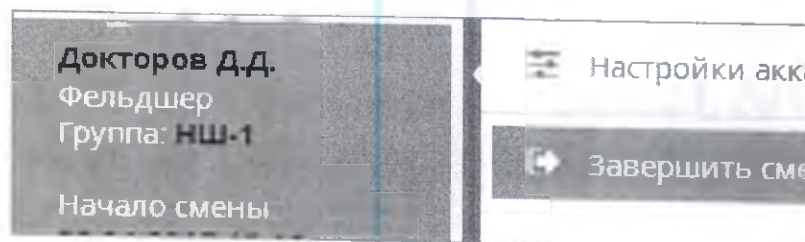

Рисунок 2.3.5.21 – Подпункт «Завершить смену»
После этого на левом мониторе дежурного врача откроется новое окно (рис. 2.3.5.22), в котором будет отображена информация о враче, рабочей группе и длительности смены. Дежурный врач должен нажать на кнопку «Создать журнал» (рис. 2.3.5.22 (1)).